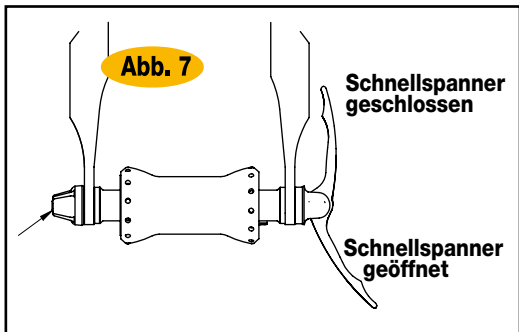

Abb. 7
- Dazu die Mutter manuell auf die Gabel bringen und den Hebel nur mit der Hand (Abb.7), ohne jegliches Werkzeug (Rohre, Verlängerungen usw.) von „offen“ auf „geschlossen“ stellen; die Schließkraft ist beim Übergang von der Position „offen“ auf die Position „geschlossen“ spürbar (Abb.7).